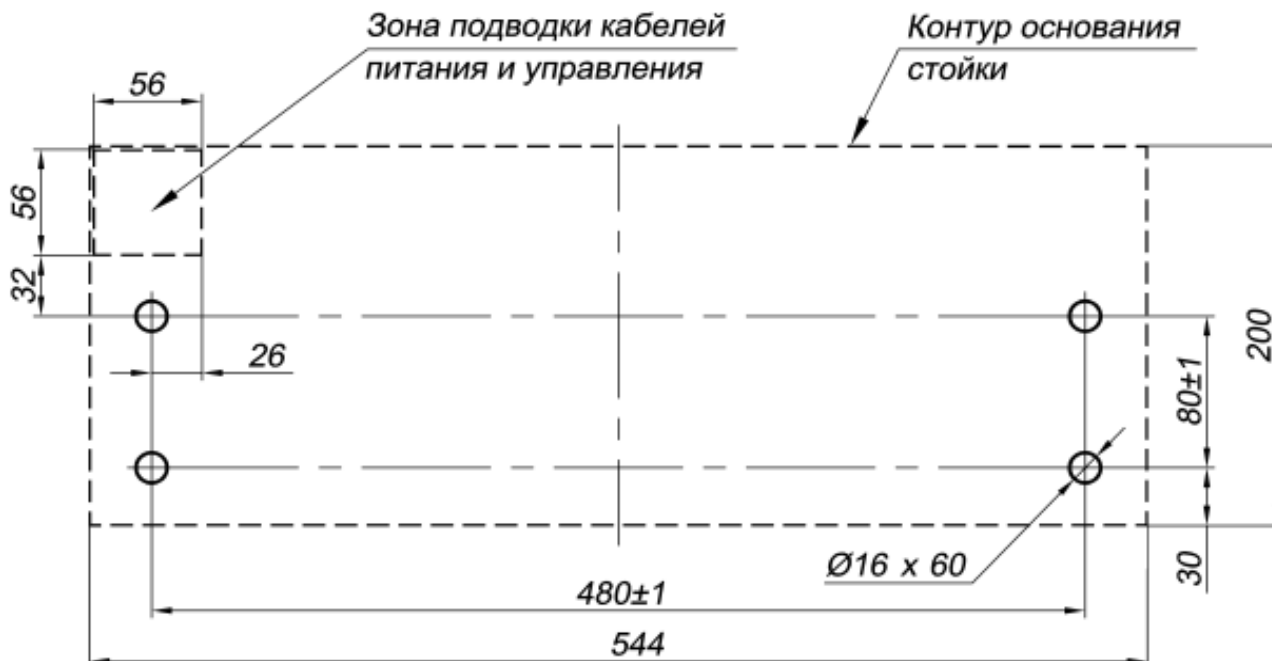

Рисунок 12. Схема разметки для установки стойки ЭП
4. Выполните на установочной поверхности в соответствии со схемой на рис. 12 разметку отверстий для монтажа стойки. Размер отверстий на схеме указан для анкеров типа PFG IR 10-15 («SORMAT»), при использовании других типов анкеров необходимо выполнять отверстия соответствующих им диаметра и глубины.
5. При необходимости прокладки кабелей под поверхностью пола подготовьте в полу кабельный канал, подходящий к одной из зон подводки кабелей, указанных на рис. 12.